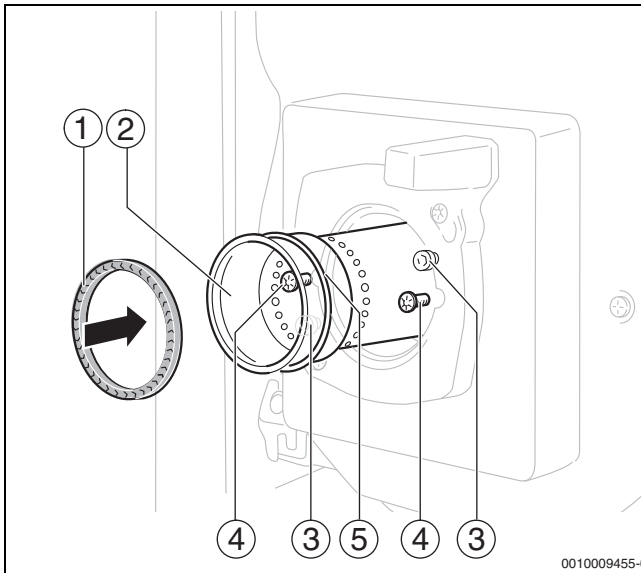

Bild 43 Brennerrohr austauschen
- Beide Befestigungsschrauben (→ Bild 43, [4]) lösen.
- Neues Brennerrohr (→ Bild 43, [2]) und O-Ring (→ Bild 43, [5]) einbauen.